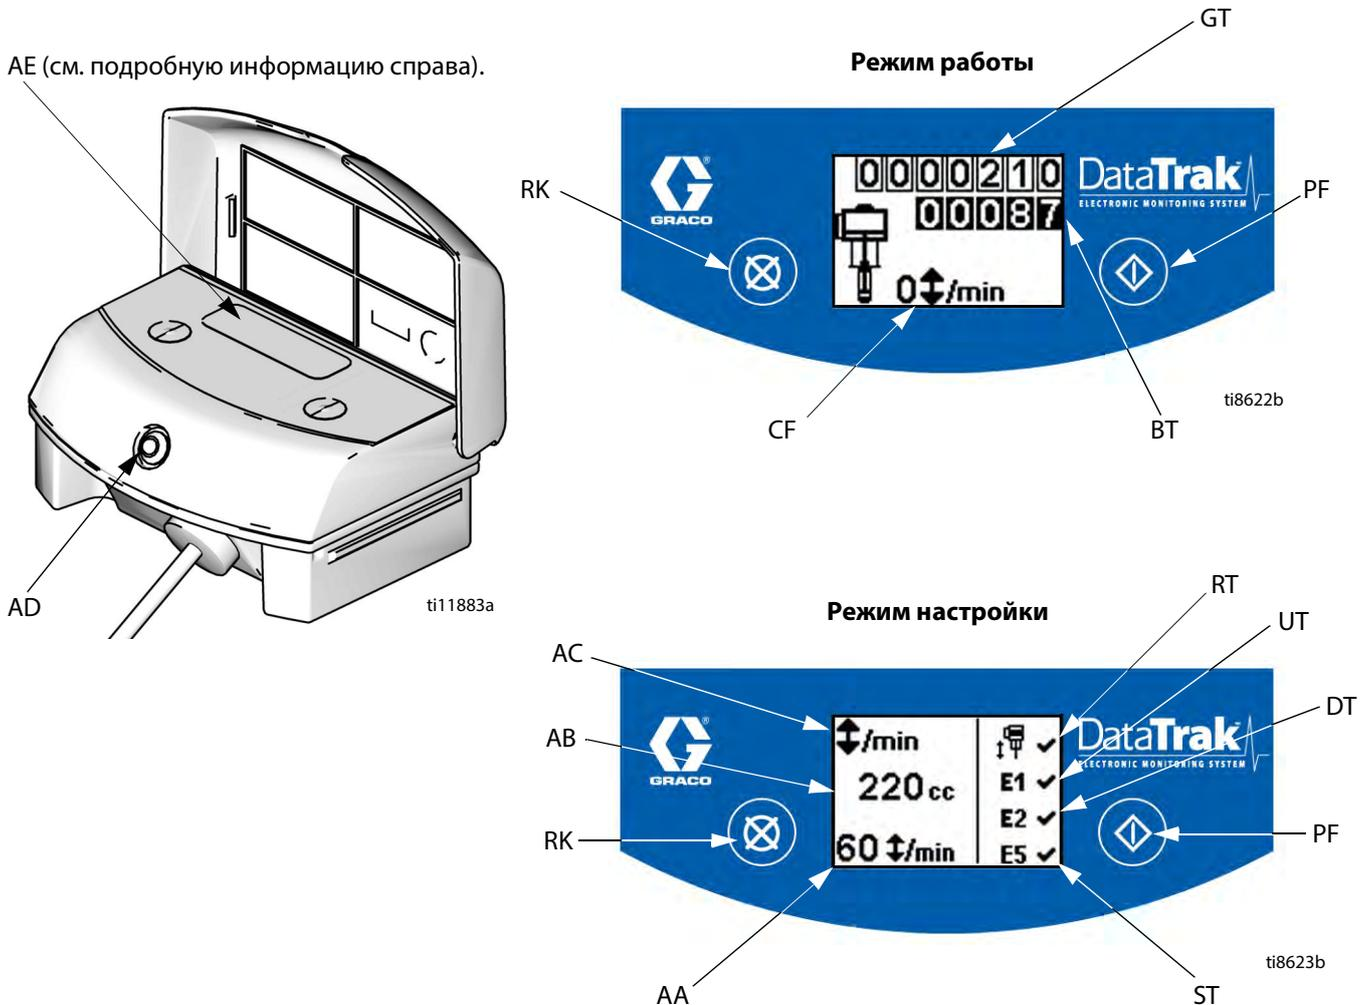

Рис. 8. Элементы управления и индикаторы модуля DataTrak
Условные обозначения для Рис. 8
1. См. Рис. 8. Нажмите и удерживайте кнопку  в течение 5 секунд до появления меню настройки.
Во время разгона опции ошибки E1, E2 и E5 разрешены, и на экране настройки появится знак . См. Рис. 8.
1. См. Рис. 8. В случае разгона насоса активируется защитный соленоид и насос останавливается. Светодиодный индикатор (AD) начинает мигать, а на дисплее (AE) отображается состояние разгона (см. Таблица 1:). На дисплее будут циклически повторяться шесть сообщений с инструкциями.
2. Экраны разгона 1 и 2: для возврата соленоида защиты от выхода из-под контроля в исходное состояние закройте главный пневмораспределитель (E). Подождите, пока воздух полностью не выйдет из пневматического двигателя.
3. Экраны разгона 3 и 4: когда воздух выйдет, нажмите кнопку выключения соленоида (J), чтобы вернуть пневмораспределитель в исходное состояние. Кнопка снова отобразится на экране после восстановления давления в пневмоклапане.
5. Откройте главный воздушный клапан (E) для перезапуска насоса.
Для отключения мониторинга разгона необходимо перейти в режим настройки и задать для разгона значение 0 или выключить переключатель (RT)  (см. Рис. 8).
1. См. Рис. 8. Для перехода в режим заправки/промывки нажмите любую кнопку, чтобы включился дисплей, а затем нажмите . На дисплее отобразится символ заправки/промывки и светодиод начнет мигать
2. В режиме заливки/промывки защита от выхода из-под контроля отключена, а счетчик всех выполненных работ (BT) не выполняет подсчет. Суммирующее устройство общего объема (GT) продолжает выполнять подсчет.
См. Рис. 8. Последняя цифра на счетчике всех выполненных работ (BT) означает десятые доли галлона или литра. Чтобы обнулить счетчик, нажмите любую кнопку для включения дисплея, а затем нажмите и удерживайте  в течение 3 секунд.
См. Рис. 8. Дисплей (AE) выключится через одну минуту бездействия в рабочем режиме или через три минуты — в режиме настройки. Для включения дисплея нажмите любую кнопку.
Модуль DataTrak может диагностировать некоторые проблемы в работе насоса. Если монитор обнаружит проблему, то светодиодный индикатор (AD, Рис. 8) начнет мигать и на дисплее отобразится код диагностики. См. Таблица 1: